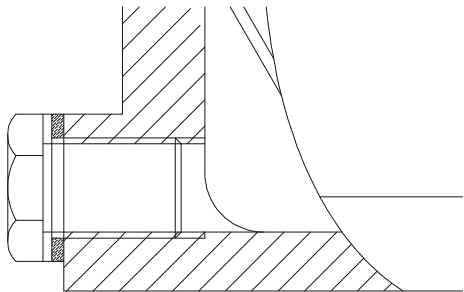

图 11-2-41
STEP 12 至此, 对螺钉孔内的螺纹稍作一些处理, 效果如图 11-2-41 所示。